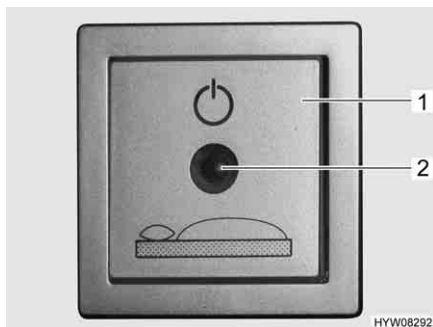

Fig. 60 Interruttore a tasto attivazione letto di coda
- Premere una volta l'interruttore a tasto (Fig. 60,1) nel gavone di coda per attivare la meccanica di sollevamento. La spia di controllo (Fig. 60,2) si accende.
- Premere di nuovo l'interruttore a tasto (Fig. 60,1) per disattivare la meccanica di sollevamento. La spia di controllo (Fig. 60,2) si spegne.